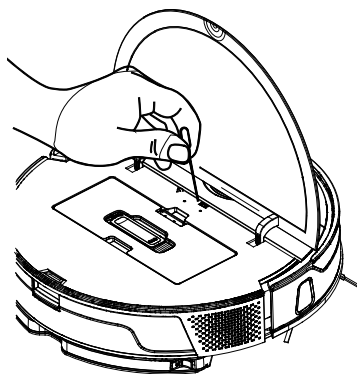

Fig. 7
- ▶ Mantenga pulsada la tecla Power  y la tecla Home  simultáneamente durante unos segundos para cambiar el robot aspirador al modo de acoplamiento (**fig. 7**).